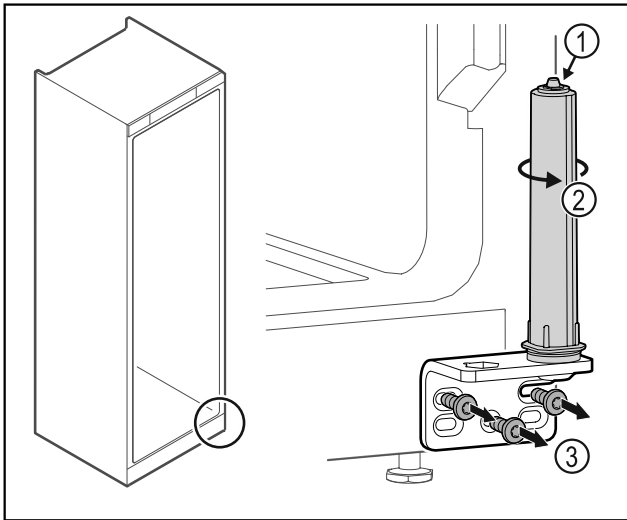

Fig. 37
- ▶ Nerozebírejte uzavírací systém dvířek Fig. 37 (1).
- ▶ Otáčejte uzavíracím systémem Fig. 37 (2), dokud nezacvakne.
- ▶ Odšroubujte úhelník závěsu Fig. 37 (3).